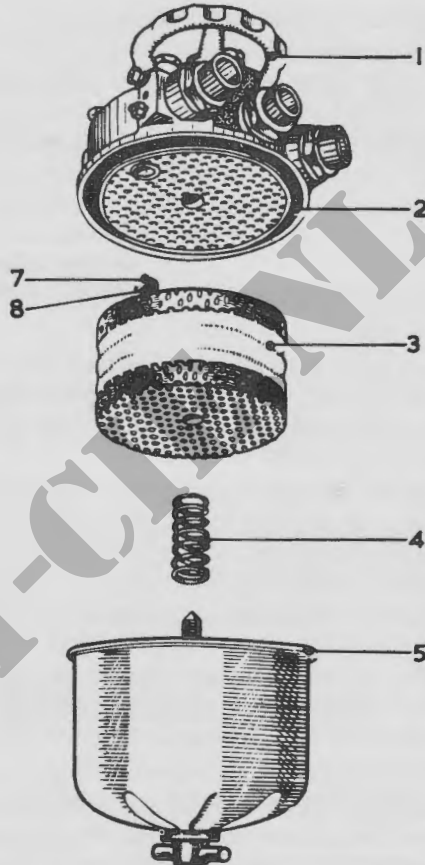

Fig. 20. Brandstoffilter
- (1) Open de pantserdeksels en draai de vuldoppen los (combinatiesleutel).
- (2) Vul beide tanks tot het juiste peil (zie par. 140).
- (3) Noteer elke miswijzing van de meter.
- (4) Schroef de vuldoppen weer op de vulpijpen en sluit de pantserdeksels.
**136. Het schoonmaken van het filterhuis en het aanbrengen van een nieuw filterelement (500-mijltaak) (fig. 20)****a. Benodigd:**